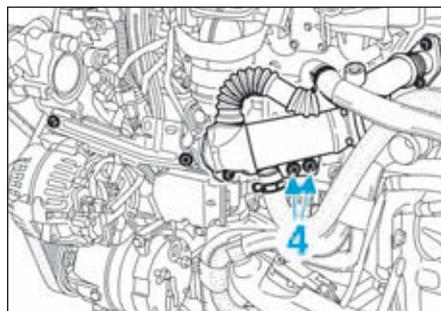

FIG.176
- Déposer les vis (4) du support du refroidisseur des gaz d'échappement (Fig.176).